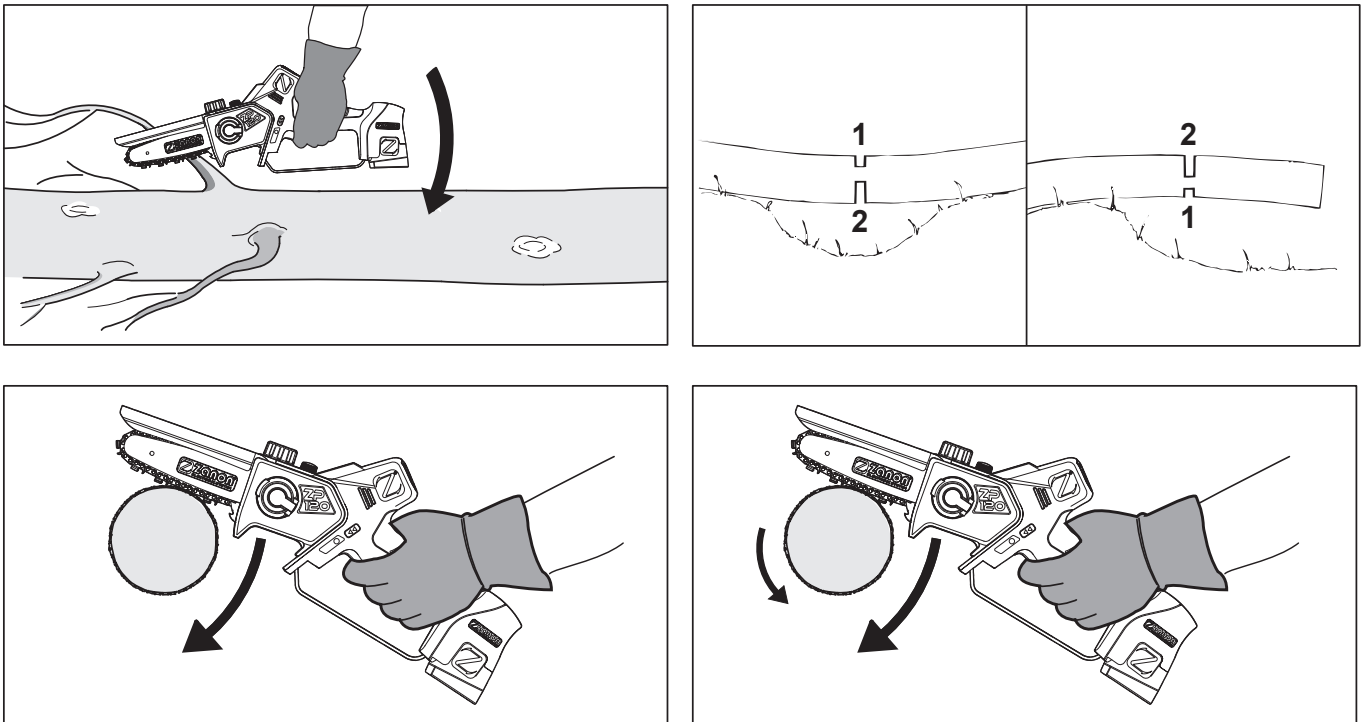

Fig. 6
- Se il ramo è in tensione è necessario eseguire un taglio di scarico (1) sul lato di compressione e un taglio a strappo (2) sul lato in tensione (fig. 6).